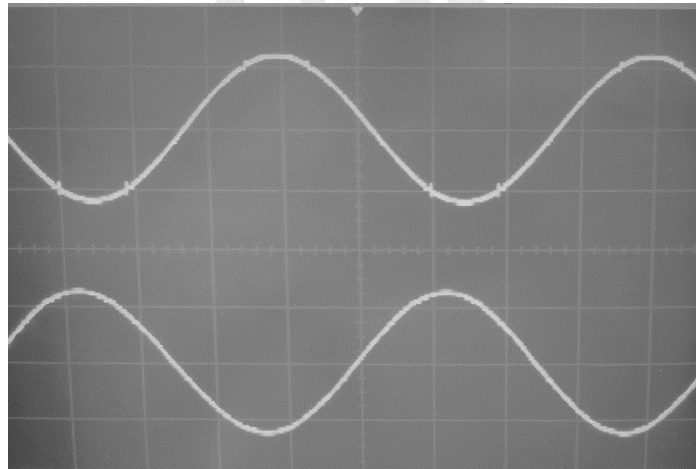

Figura 3.8 Comparación entre TP3 y TP37.
6. Monitorear en la canal 1 del osciloscopio la entrada del muestreador/retenedor (S/H) (TP3) y con el canal 2 la salida del filtro de recepción (Rx Filter) (TP37) y ajustar LEVEL de este último para obtener señales de igual amplitud (observar que existe un desfase entre la señal transmitida y la señal recibida; ello se debe a los retardos introducidos por los procesos de modulación y demodulación) (Figura 3.8).